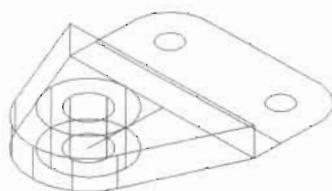

图 15-82
(4) 选择多段线中的两个圆, 将其拉伸 10 个单位的高度, 如图 15-82 所示, 命令执行过程如下。